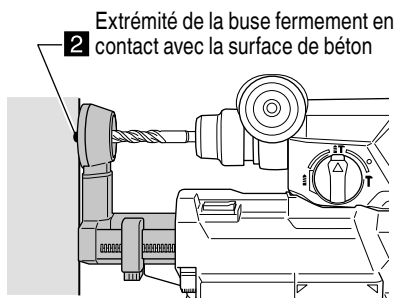

Fig. 11
- (2) Relâcher la buse et la laisser effectuer en contact ferme avec la surface du béton. (Fig. 11)